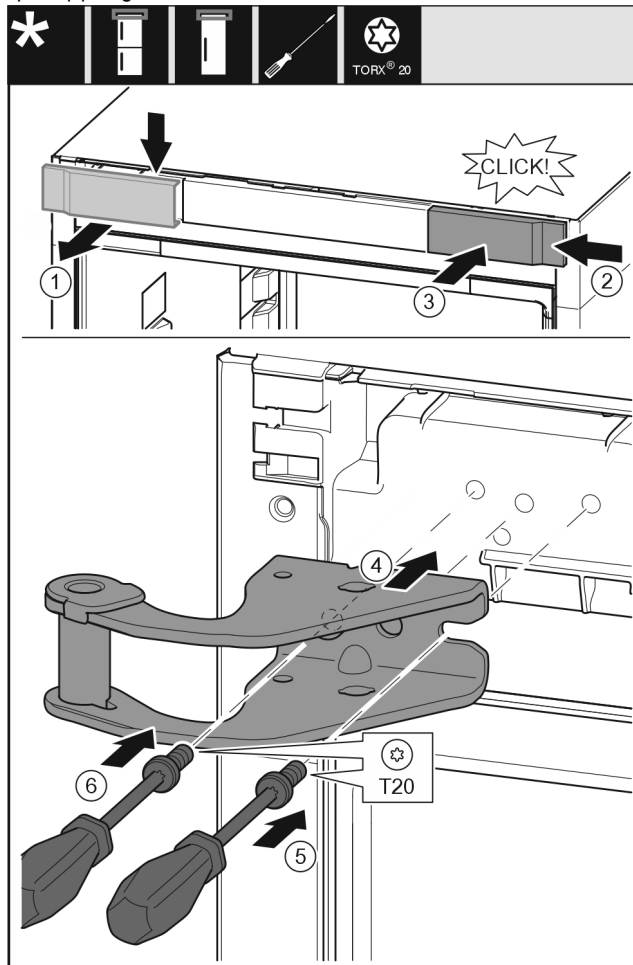

Fig. 9
- ▶ Ta av skyddet genom att dra det uppåt och framåt. Fig. 9 (1)
- ▶ Vrid skyddet 180° och haka i det på andra sidan från höger. Fig. 9 (2)
- ▶ Tryck fast skyddet. Fig. 9 (3)
- ▶ Sätt på den övre lagerbocken. Fig. 9 (4)
- ▶ Sätt i och dra åt skruven med skruvmejsel T20. Fig. 9 (5)
- ▶ Sätt i och dra åt skruven med skruvmejsel T20. Fig. 9 (6)